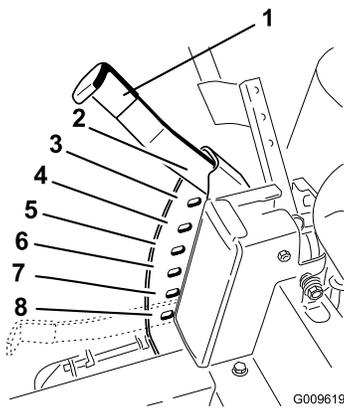

Figura 19
1. Levante la palanca de ajuste de la altura de corte a la posición de transporte, es decir, la posición de altura de corte **4,5** (que es también la posición de altura de corte de 115 mm [4-1/2 pulg.]) (Figura 19)).